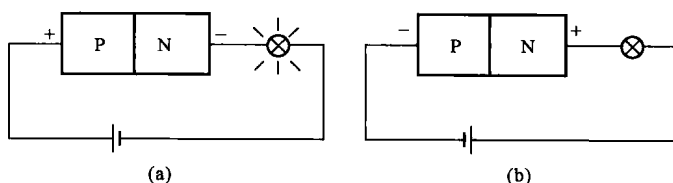

图 1-6 PN 结单向导电性
(1) 如图 1-6 (a) 所示，将 P 端接电池的正极，将 N 端接电池的负极，PN 结加正向电压或正向偏置电压，简称正向偏置。
(2) 如图 1-6 (b) 所示，将 N 端接电池的正极，将 P 端接电池的负极，PN 结加反向电压或反向偏置电压，简称反向偏置。这时发现小灯泡不亮。